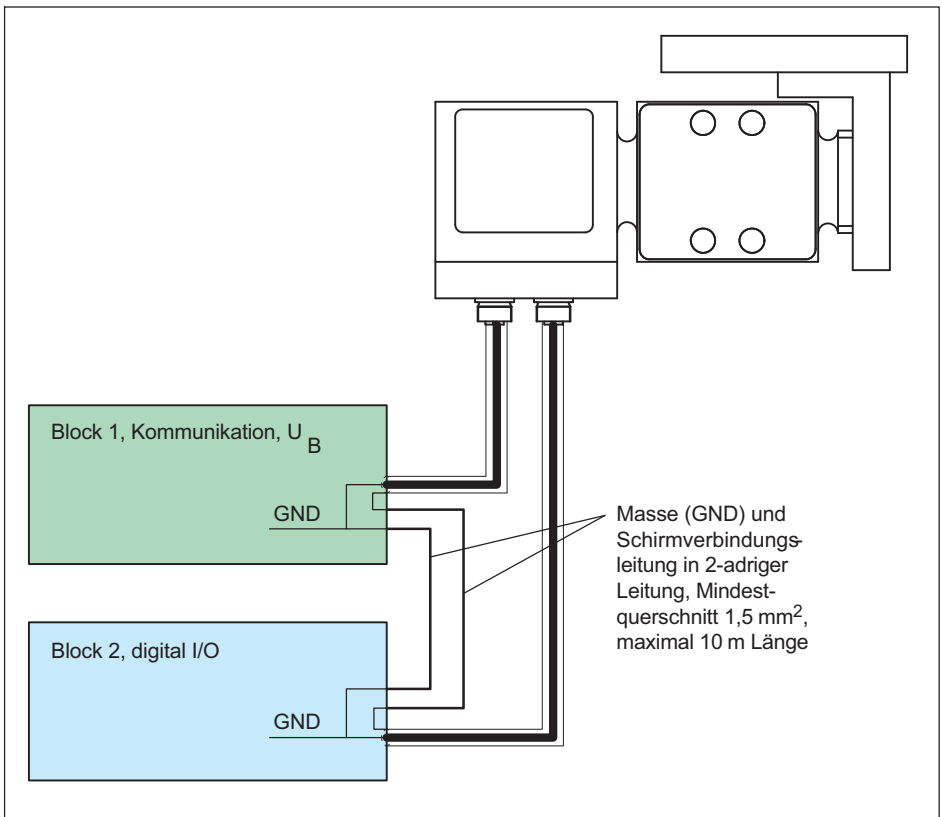

Abb. 7.1 Verbindung der GND-Potenziale bei getrennten Funktionsblöcken
1. Die Funktionsblöcke, d. h., der digitale Teil für die Schaltausgänge und der Teil für die Versorgung mit der Betriebsspannung und die Schnittstelle, sind räumlich getrennt angeordnet (Abb. 7.1).
Stellen Sie im ersten Fall sicher, dass sowohl die Abschirmungen beider Leitungen als auch das GND-Potenzial mit je einer Leitung mit einem Mindestquerschnitt von $1,5 \text{ mm}^2$ verbunden sind. Dafür sind sowohl mehrpolige als auch einzelne Leitungen geeignet. Einzelne Leitungen dürfen jedoch nicht auf unterschiedlichen Wegen geführt werden, sondern müssen dicht beieinander liegen. Die Gesamtlänge eines Leiters darf nicht größer als 10 m sein (Abb. 7.1).